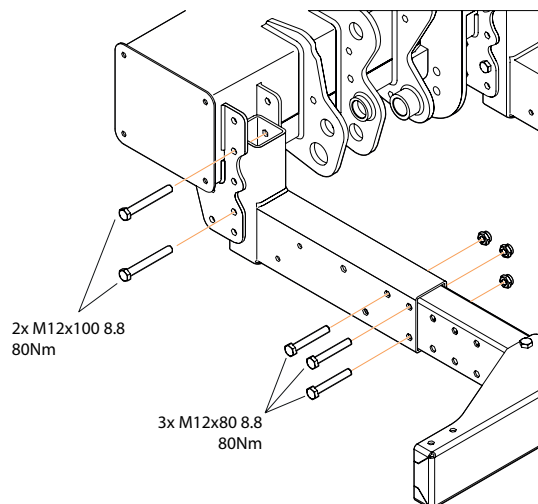

Bild 49. Montering av underkörningsskydd
1. Montera den inre delen av respektive konsol, de kan monteras i fyra olika höjdlägen. Välj ett höjdläge som ger en position som uppfyller de lagstadgade kraven, se avsnitt "3.2 Lagstadgade mått" på sida 9. Använd tillhörande skruv M12x100. Montera utan att dra åt skruvarna, se Bild 49.
Använd tillhörande skruv M12x80. Montera utan att dra åt skruvarna. Se Bild 49.